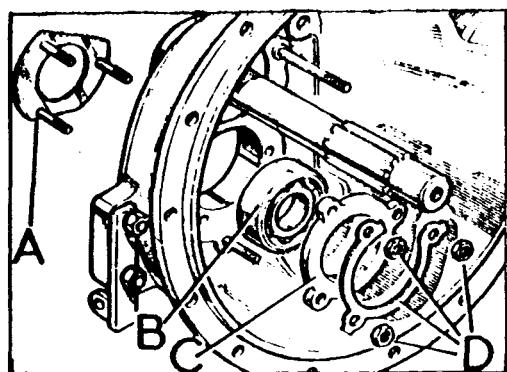

Fig. C-78 Cojinete del intermedio
- 1.1. Extraer la tapa, A (Fig. C-78) y la placa-retén, C, del cojinete, B, del eje intermedio y, a presión, separar el cojinete del cárter de embrague.
- 3.5. Instalar a presión el cojinete, B (Fig. C-78), del eje intermedio en el cárter de embrague, y fijarlo por medio de sus elementos.